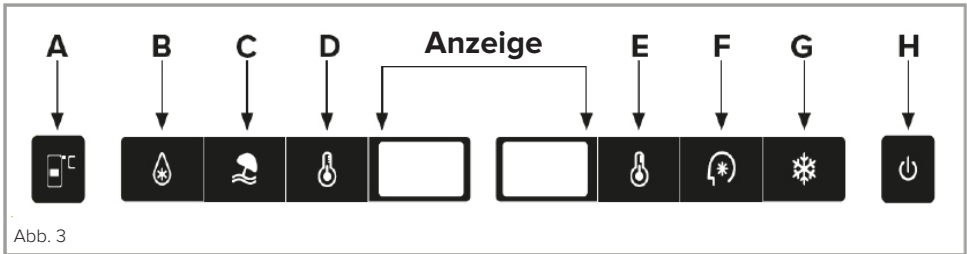

Abb. 3
Zur Unterstützung der Wartung oder Reinigung verfügt das Gerät über eine Zwangsabtauung, die durch 3 Sekunden langes Berühren der Fühler A und C in Abb. 3 aktiviert wird. Der Sensor für die Temperatureinstellung des Kühlschranks (A) blinkt, um zu bestätigen, dass die Zwangsabtauung aktiv ist. Diese Funktion sollte sich automatisch deaktivieren, wenn der Gefrierschrank eine Temperatur zwischen 10 und 12 °C erreicht.